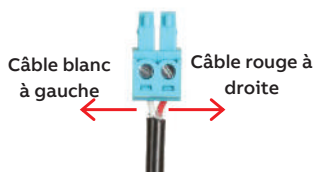

Figure 3
- Coupez tout excédent de fil au besoin, en maintenant la bonne polarité des connecteurs. **Remarque:** le câble blanc doit être inséré sur le côté gauche et le câble rouge sur le côté droit du connecteur, comme le montre la figure 3.
- Vérifiez que les dispositifs de surveillance du courant sont bien fermés et que les connexions de fils ont la bonne polarité illustrée à la figure 3.